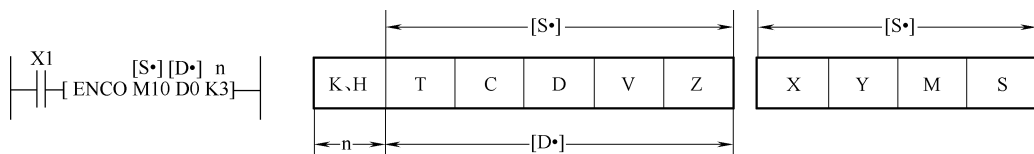

图 5-30 ENCO 指令的应用格式和使用范围
ENCO 是编码指令，16 位操作有 ENCO、ENCO (P)。其功能是将源操作数为 1 的最高位的位置存放在目标元件中。图 5-30 所示为 ENCO 指令的应用格式和使用范围。